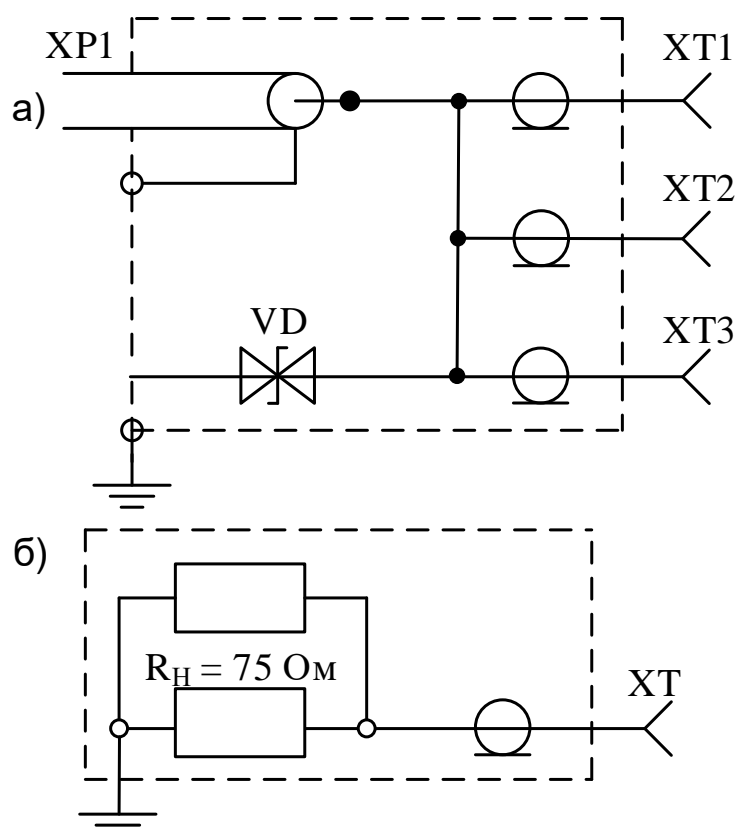

Рисунок 1.13 – Схемы: а) блок коммутации ВЧ соединений; б) блок нагрузки
Блок коммутации ВЧ соединений БК1/3 (рисунок 1.13а) предназначен для подключения ВЧ кабеля линии связи к аппаратуре. Блок содержит элементы для неразъемного соединения ВЧ кабеля линии связи и три коаксиальных ВЧ разъема быстрого соединения, а также элемент защиты от перенапряжений. К разъемам подключаются при помощи соединительного ВЧ кабеля: аппаратура СТРЕЛА, блок нагрузки и измерительный прибор.
Блок нагрузки БН75-40 (80) (рисунок 1.13б) является согласованной нагрузкой для аппаратуры СТРЕЛА, имеет сопротивление 75 Ом и способен рассеивать мощность в 40 Вт. Используется при наладке аппаратуры (проверка уровня выходного тока, выходной мощности и др.).